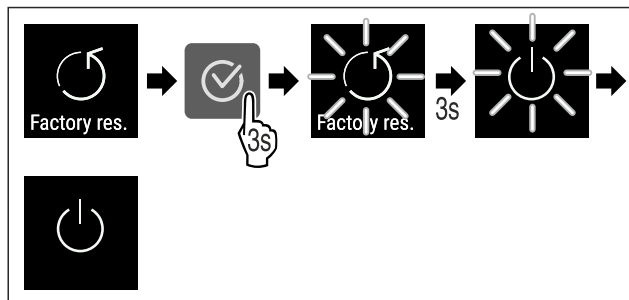

Fig. 93
► Vykonajte kroky akcie (pozri Fig. 93) .